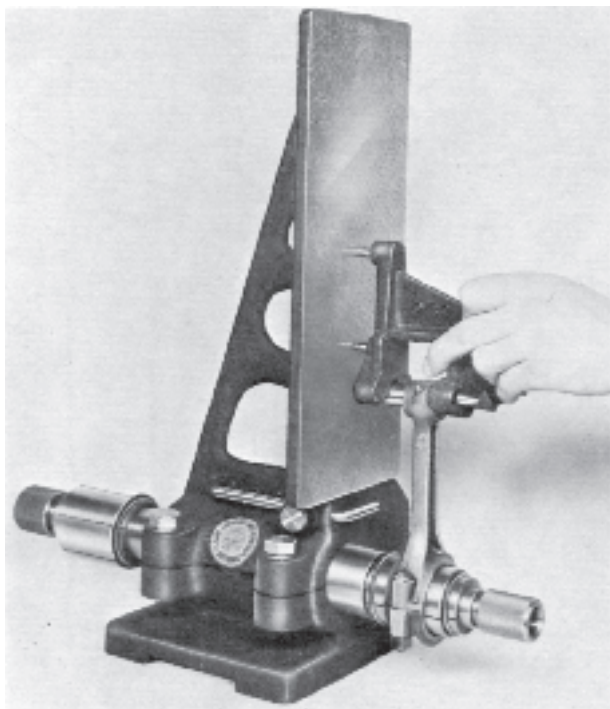

Fig. 28. Kontroll av raket
1. Montera överfallet och fäst staken i verktyget med expandern. Montera den till vevstaken hörande kolv tappen. Kontrollera raketeten sedan indikatorn placerats på kolv tappens enligt fig. 28.